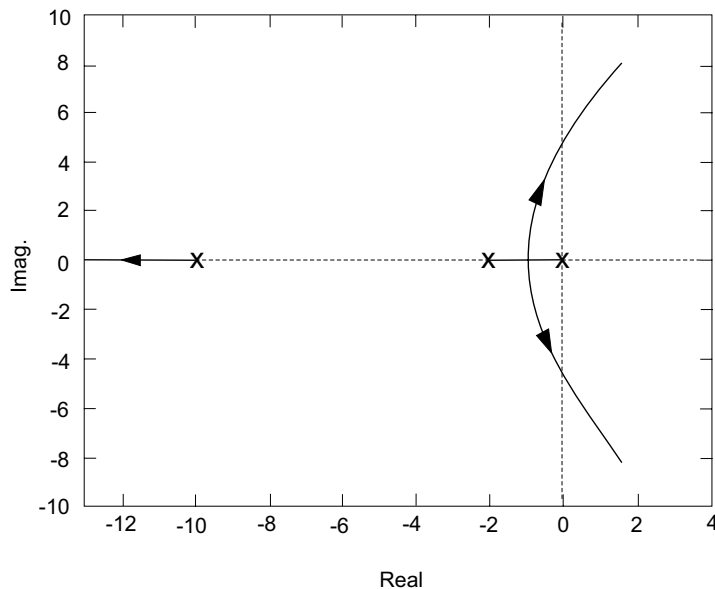

Figura 2
- b) Supondo um ganho K de realimentação de malha $\left(K = \frac{1}{R}\right)$, variando entre $[0 e +\infty]$ obtém-se o diagrama do Lugar das Raízes da Figura 2.